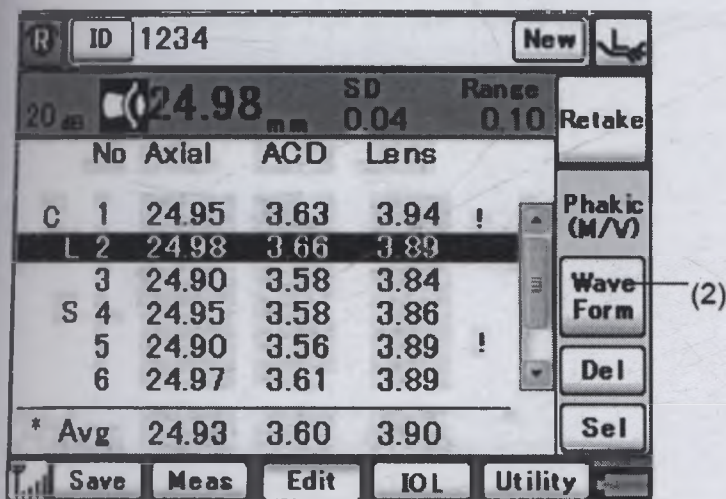

Рис. 2
- 1) Коснитесь кнопки "Edit" (1) или когда все необходимые результаты измерения захвачены, или в процессе измерения, чтобы открыть окно проверки результатов измерения (Рис. 2).